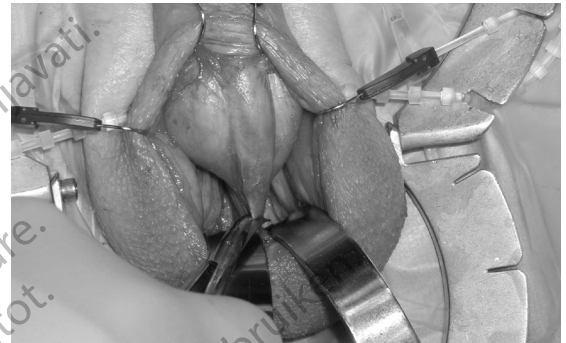

Figura 4-17.
6. Septul scrotal este apoi disecat și separat de uretra bulbară. (**Figura 4-17**)